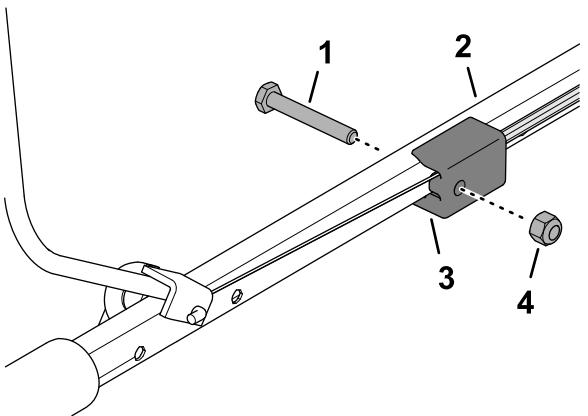

图 13
4. 将操作员到位把手的端部插入手把轻轻挤压把手的另一支脚并将把手插入手把 图 13。